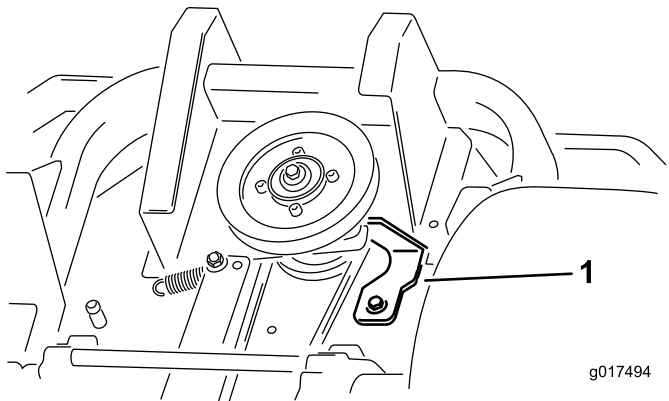

図 63
5. クラッチストップを取り外す 図 63。
9. クラッチストップを取り付ける 図 63。